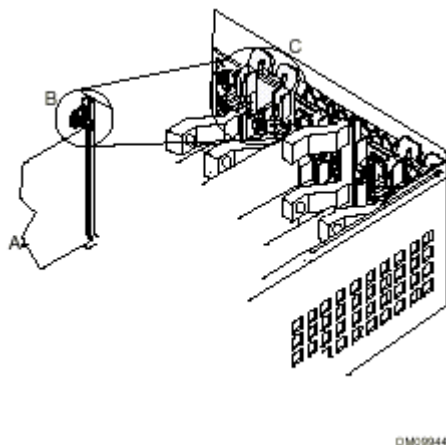

图3.12 后端保持片
7. 要拆下全尺寸PCI卡，将后端保持片松开。参见图3.12。
10. 如果安装的是全尺寸PCI卡，将后部固定的保持片锁紧。参见图3.12。